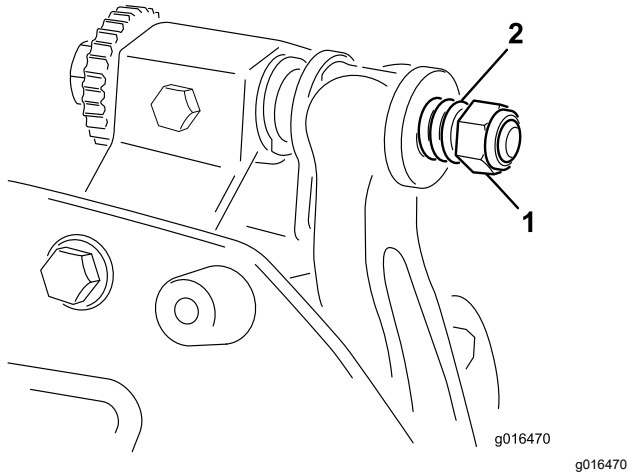

Bild 26
6. Ziehen Sie die Federspannungsmutter an, bis die Feder zusammengedrückt ist, drehen Sie sie dann eine 1/2 Umdrehung heraus (Bild 26).